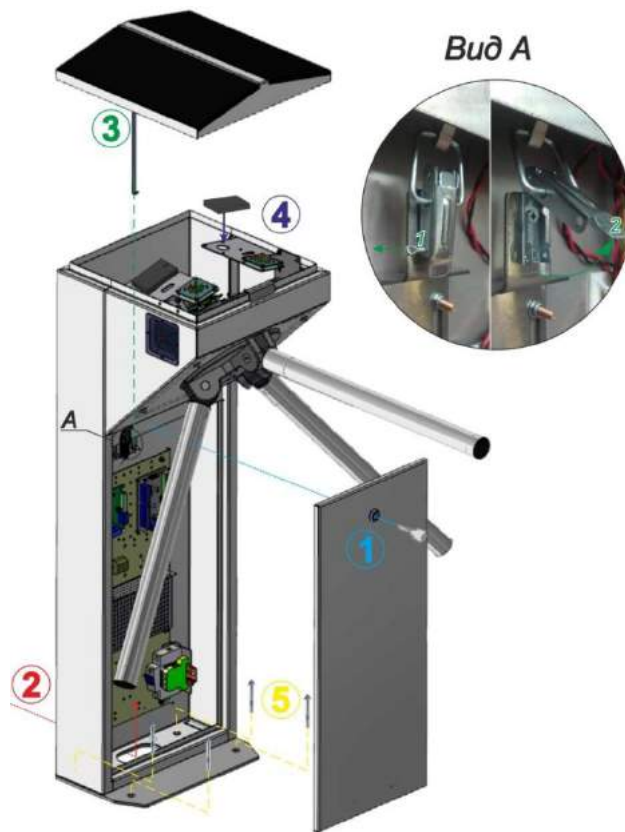

Рис. 12 – Общий вид сборки турникета-трипода «CENTURION» и «BASTION»
4) Произвести на поверхности площадки разметку отверстий для крепления турникета в соответствии с *рис.12*. В качестве шаблона для разметки может использоваться собственно турникет, размещенный вертикально на месте его установки.
8) Для доступа к крепежным и технологическим отверстиям основания и клеммным колодкам турникета-трипода «CENTURION» и «BASTION» необходимо снять дверь стойки, повернув ключ замка с помощью ключа (Рис.12).